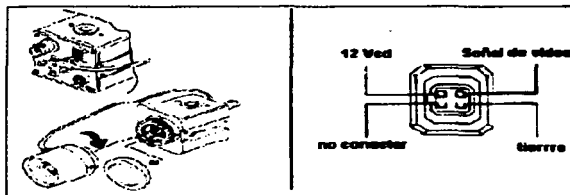

Figura 1.8 Instalación del lente.
Paso 9. En la figura 1.8 se observa la instalación del lente a la cámara fija, la cual consiste en instalar el lente a la cámara usando el adaptador de montaje.